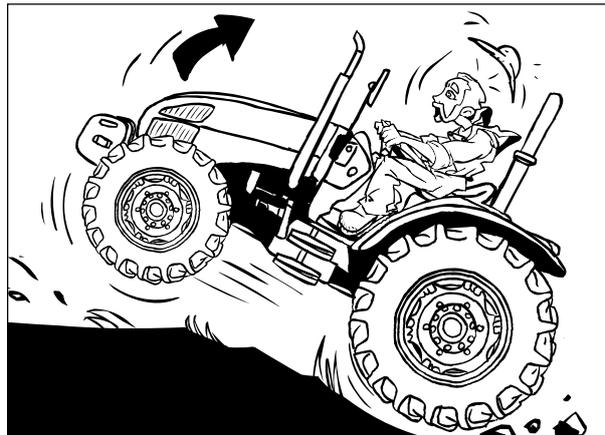

Fig. 2-29
- Se a parte dianteira do tractor começar a levantar, desembreie rapidamente (Fig.2-29).
- Se o tractor estiver atolado no barro ou bloqueado no terreno, NÃO tente sair conduzindo para a frente. O tractor pode rodar em volta das rodas traseiras e capotar (Fig.2-29). Levante ou remova as alfaías montadas e tente FAZER MARCHA ATRÁS. Se não for possível, reboque o tractor para fora com um outro veículo.